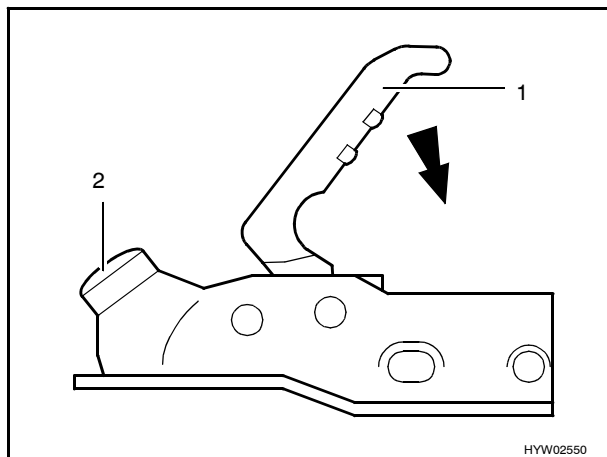

Fig. 1 Gancio di traino AK 300/160
- Applicare il gancio di traino aperto (Fig. 1) sul gancio a sfera della motrice. Il gancio di traino si innesta autonomamente facendo sentire uno scatto.
- Quindi premere verso il basso la maniglia del gancio (Fig. 1,1) con la mano (non con il piede). La chiusura e il bloccaggio sono automatici.
- Eseguire un controllo a vista: il punto verde dell'indicazione di sicurezza (Fig. 1,2) deve essere ben visibile.